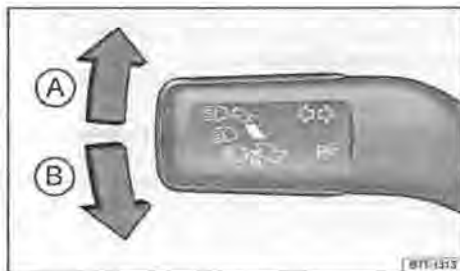

Fig. 60 La leva degli indicatori di direzione e degli abbaglianti, sul lato sinistro del piantone dello sterzo
- Mettere la leva degli indicatori di direzione e degli abbaglianti dalla posizione centrale in quella seguente → fig. 60: